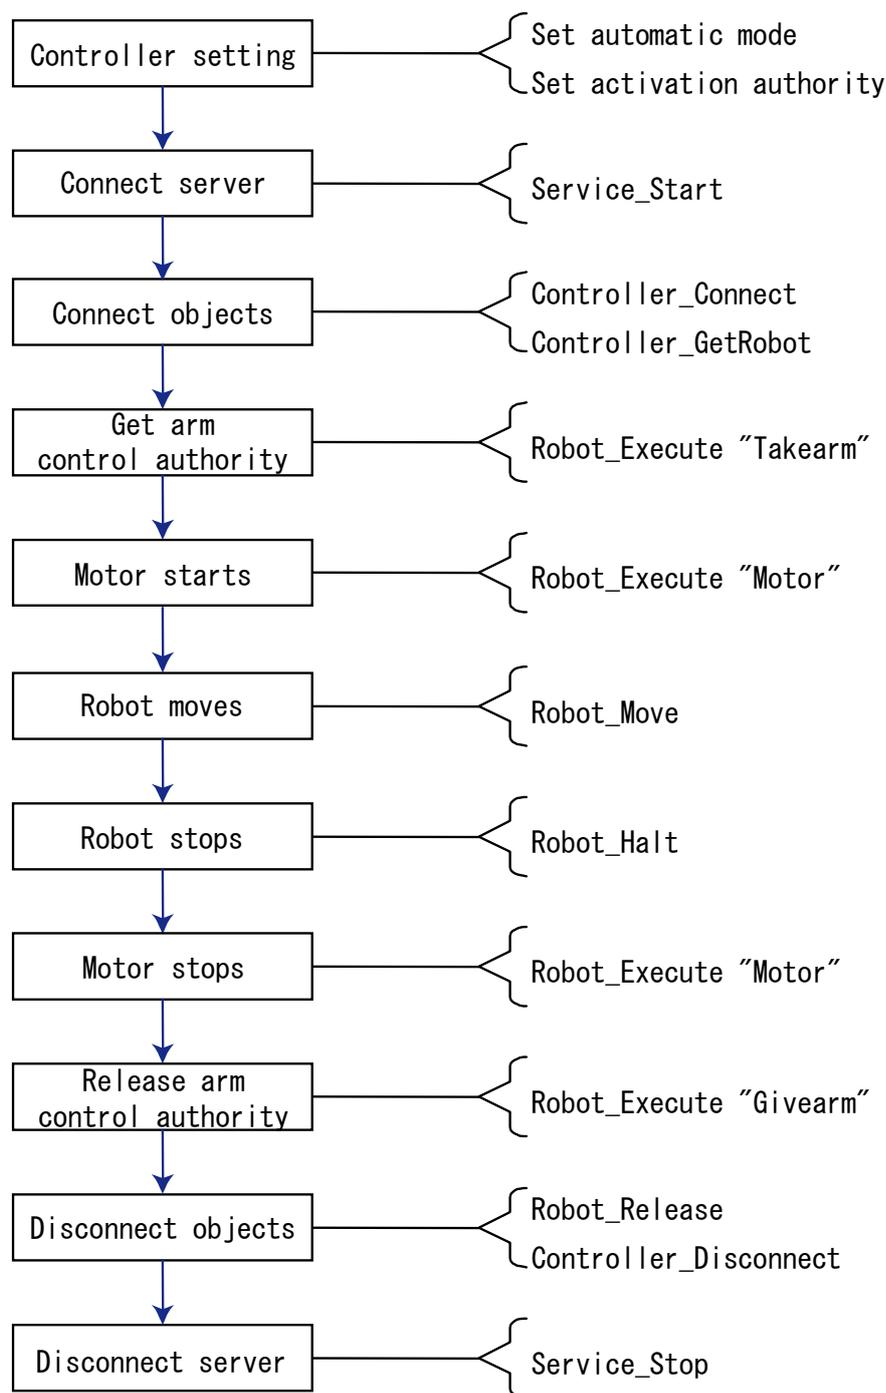

図 5-3 ロボット制御の流れ
6. ロボット制御を行うには, 図 5-3 に示す処理を行います. ロボット動作を行うには, コントローラが自動モードになっている必要があります. またコントローラの起動権の設定をクライアント PC の IP に設定してください. 詳しくは「2.安全上のご注意